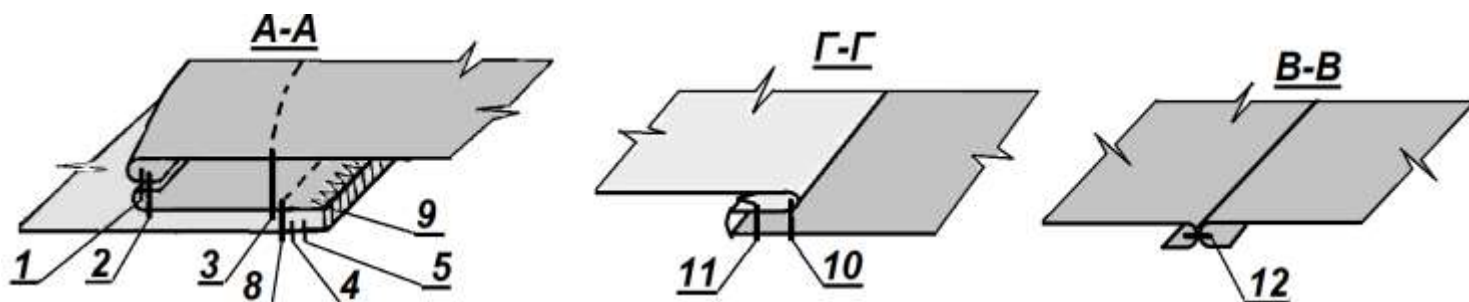

Рисунок 2 – Схемы обработки швов и узлов рукава
2) При пошиве можете воспользоваться рекомендованной технологической последовательностью изготовления, приведенной ниже (стр. 7), а также схемами обработки (стр. 8, рис. 2), или применить свой метод изготовления, не ухудшающий качество и полностью соответствующий заданному внешнему виду фрагмента модели женского платья.
1. Обтачать складку верхней части рукава обтачкой, ш. шва 0,7 см (рис. 2, стр. 1).
2. Настрочить обтачку на шов обтачивания складки, ш. шва 0,1 см, или срезать шов обтачивания складки по овалу до 0,2 см (рис. 2, стр. 2).
6. Застрочить складку по намеченной линии на продолжении надсечек по лицевой стороне верхней части рукава (рис. 2, стр. 3).
7. Проложить две сборкообразующие строчки вдоль верхнего среза нижней части рукава на расстоянии 0,9 и 0,5 см (рис. 2, стр. 4 и 5).
10. Проложить две сборкообразующие строчки вдоль нижнего среза нижней части рукава на расстоянии 0,9 и 0,5 см (рис. 2, стр. 6 и 7).
13. Притачать нижнюю часть рукава к внутреннему припуску обтачки складки на расстоянии 0,1 см от шва застрачивания складки. Строчку прокладывать со стороны обтачки складки (рис. 2, стр. 8).
14. Обметать шов притачивания нижней части рукава к припуску обтачки складки (рис. 2, стр. 9).
15. Стачать нижние срезы рукавов, ш. шва 1,0-1,5 см (рис. 2, стр. 10).
16. Обметать нижний шов рукава (рис. 2, стр. 11).
19. Стачать боковые срезы манжет «в кольцо», ш. шва 0,7 см (рис. 2, стр. 12).
22. Притачать манжету вдвойне к срезу низа рукава, ш. шва 1,0-1,5 см, прокладывая строчку на 0,1-0,2 от сборкообразующей строчки (рис. 2, стр. 13).
23. Обметать шов притачивания манжеты (рис. 2, стр. 14).
25. Проложить отделочную строчку по низу манжет, ш. шва 0,5 см (рис. 2, стр. 15).
27. Притачать нижний срез манжеты к срезу низа рукава, прикладывая с изнаночной стороны и прокладывая строчку на 0,1-0,2 от сборкообразующей строчки (рис. 2, стр. 13).
28. Настрочить заутюженный срез манжеты на рукав строчкой на расстоянии 0,1 см от заутюженного края (рис. 2, стр. 14).
29. Проложить отделочную строчку по низу манжет, ш. шва 0,5 см (рис. 2, стр. 15).